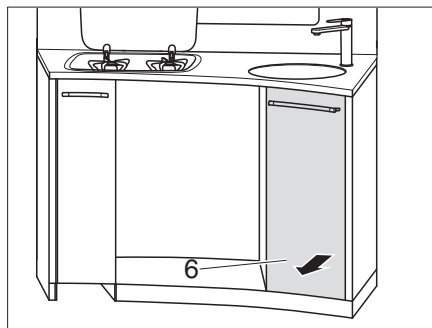

Bild 131 Hohe Küchenschublade herausnehmen
- Hohe Küchenschublade (Bild 131,6) herausnehmen.